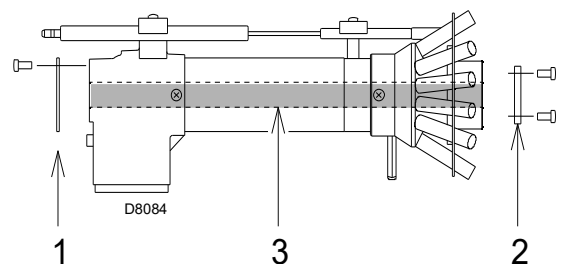

Abb. 19
► das Innenrohr 3)(Abb. 19) entfernen und geliefert mit die Scheiben 1) -2) installieren.